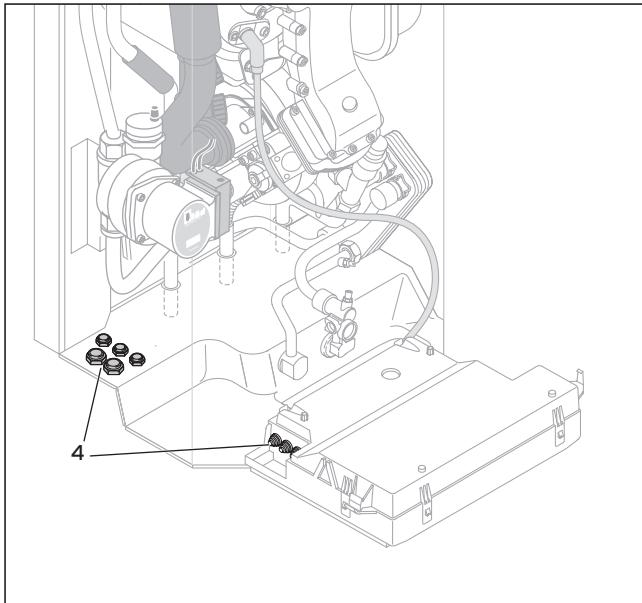

Рис. 4.8 Кабельные вводы
- Проведите соединительные кабеля подключаемых компонентов через кабельные вводы (4) слева на нижней стороне аппарата (см. рис. 4.8).